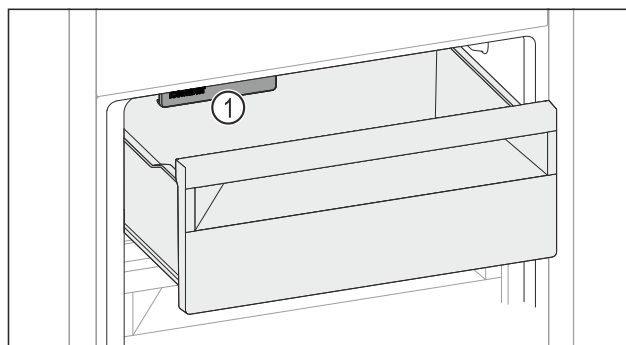

Fig. 128
- Tenez compte de l'IceMaker Fig. 128 (1).